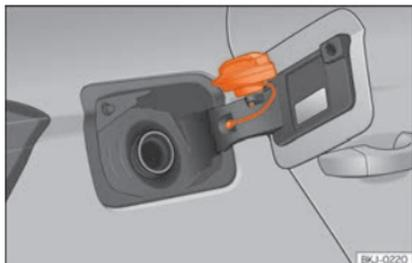

Fig. 179 Tampa do depósito com o tampão encaixado.
- Coloque-a no espaço existente na dobradiça da tampa aberta »» Fig. 179.